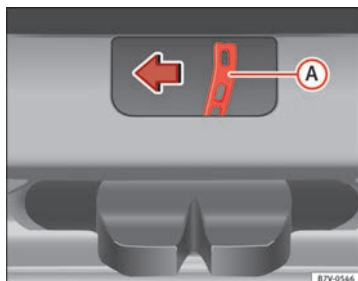

Fig. 195 Dal bagagliaio:
- Premere la leva di sbloccaggio ⇒ fig. 195 **A** nella direzione indicata dalla freccia, per sbloccare il portellone.